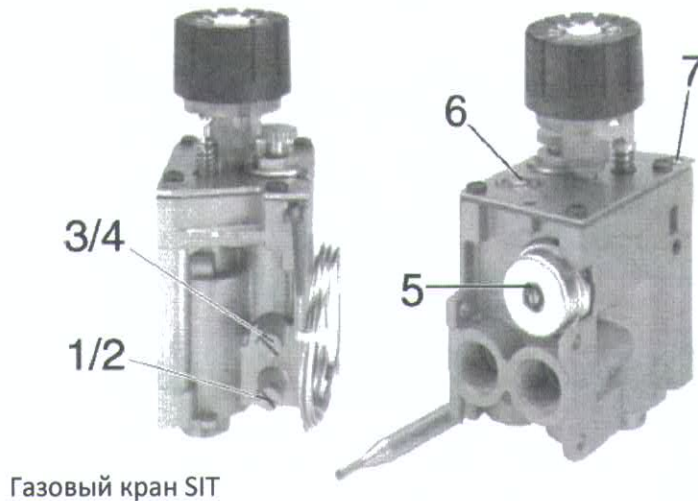

Рис. 19
- Винтом **6** (**рис. 19**) установите минимальное давление в соответствии с таблицей 4, **стр. 21**. Вращение винта по часовой стрелке снижает интенсивность горения, против часовой стрелки – увеличивает.
⚠ Важное замечание для настройки минимальной мощности при работе на пропане (G31). Винт малого расхода (поз. 6 на **рис. 19) полностью завинтите. Это позволит установить оптимальное давление для данного вида газа.**
Пламя пилотной горелки должно быть достаточным, чтобы нагревать термопару и обеспечивать надежный поджиг основной горелки. Если размер пламени недостаточен для нагрева термопары или поджига горелки, жиклер запальника должен быть очищен или заменен. Слишком большое пламя пилотной горелки можно уменьшить винтом 7 (см. рис. 19). При регулировке поворачивайте винт минимум на один оборот.